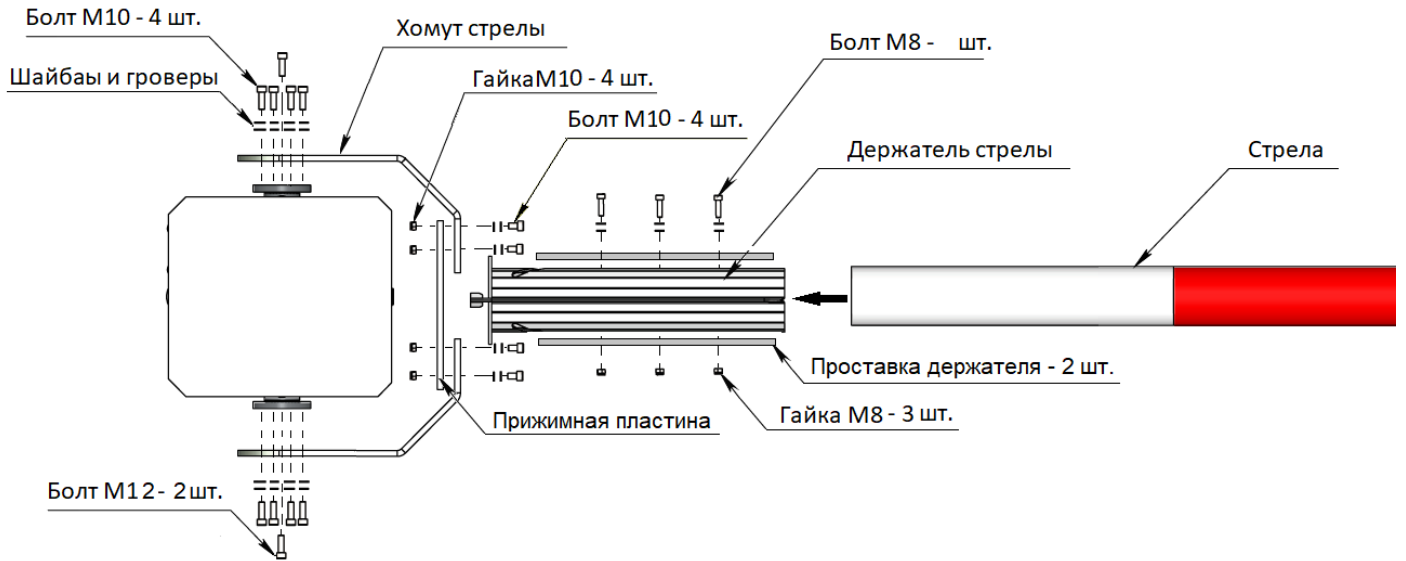

Рисунок 4
**Порядок действий (см. Рисунок 4):**